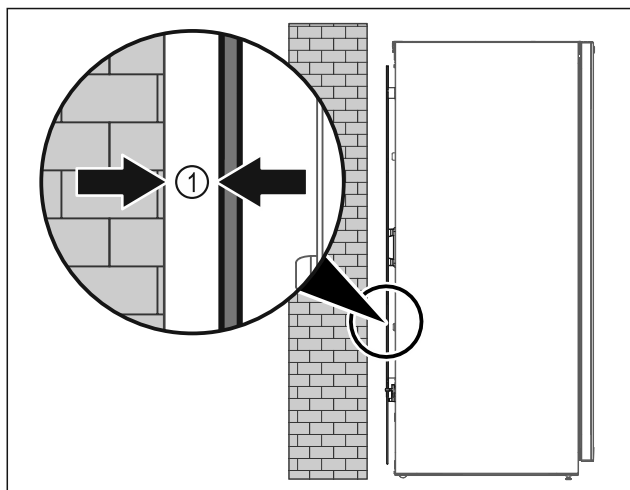

Fig. 6
- ▶ Aparat postavite na poljubno mesto v prostoru ali neposredno ob steno z minimalnim odmikom 5 mm Fig. 6 (1).